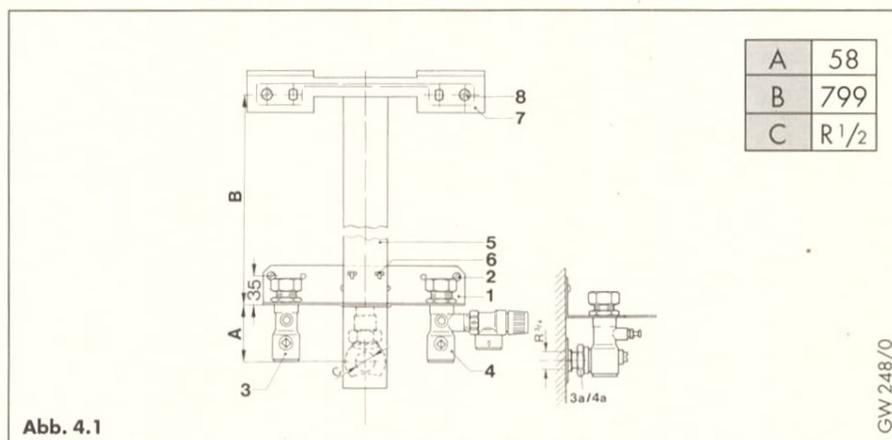

Abb. 4.1
Art.-Nr. 300 909 (Abb. 4.1)
#### Legende zu Abb. 4.1 und 4.2
- Abstandsschalblone (5, Abb. 4.1 bzw. 4.2) mit den Ausstanzungen in die Haken (6) der Anschlußkonsole einhängen.
- Den an der Abstandsschalblone befestigten Gerätehalter (7) senkrecht nach oben ausrichten und mit den Schrauben (8) an der Wand befestigen.